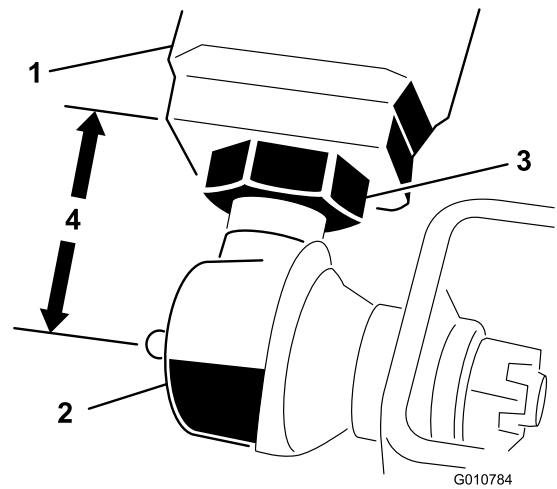

Bild 5
2. Messen Sie den Abstand vom Ende jedes Hubarms bis zur Mitte des Kugelgelenks (Schmiernippel). Der Abstand sollte ungefähr 57 mm betragen (Bild 5).